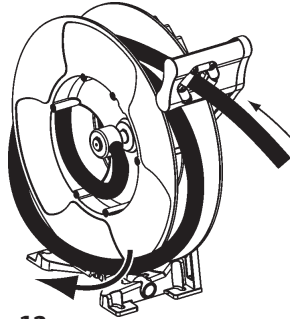

Fig. 12
2. Wickeln Sie eine Windung ab und straffen Sie den Schlauch (Fig. 12).